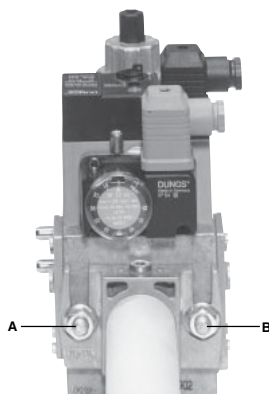
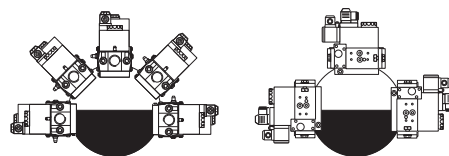

Рис. 5
Рис. 8
3. Затянуть винты A, B, C и D (Рис. 5 - Рис. 6), (Рис. 8), соблюдая дистанции монтажа (Рис. 8);